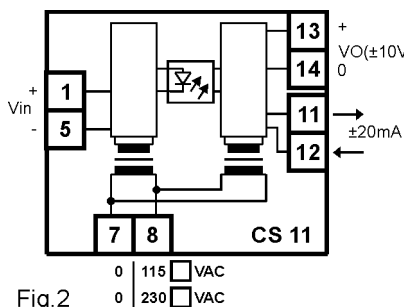

Fig.2
Le alimentazioni della sezione di ingresso e di uscita sono ricavate da 2 trasformatori. Le due sezioni sono separate otticamente mediante un accoppiatore lineare senza conversione di frequenza (fig. 2).
**INSTALLAZIONE:** Si veda fig.2.
The supplies of the input and output section are given by two transformers. The two sections are optically separated by a linear coupler, without frequency conversion (fig. 2).
**INSTALLATION:** See fig.2.